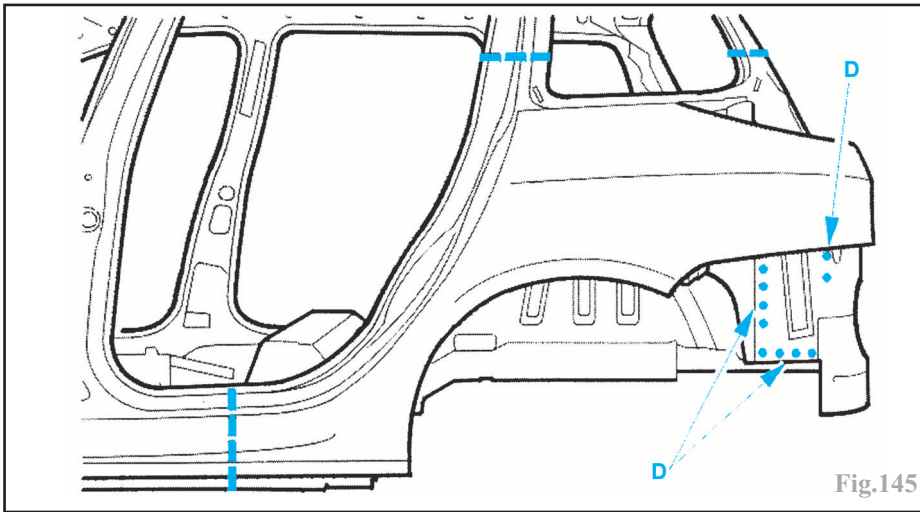

Fig.145
- par points électriques (suivant **D**) (Fig.145),